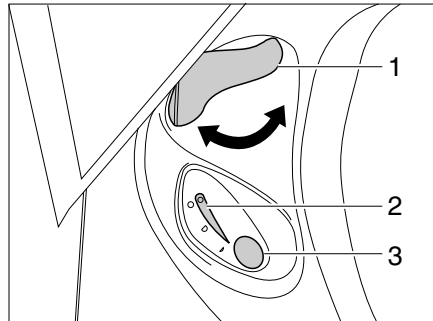

Bild 156 Bedieneinheit Thetford-Toilette
- Vor dem Spülen den Schieber der Thetford-Toilette öffnen. Dazu den Schieberhebel (Bild 156,1) entgegen dem Uhrzeigersinn drehen.
- Zum Spülen den blauen Spülknopf (Bild 156,3) drücken.
- Nach dem Spülen den Schieber schließen. Dazu den Schieberhebel (Bild 156,1) im Uhrzeigersinn drehen.
Die Kontroll-Leuchte (Bild 156,2) leuchtet, wenn die Thetford-Kassette entleert werden muss.
- Den Schieberhebel (Bild 156,1) im Uhrzeigersinn drehen. Der Schieber wird geschlossen. Zum Entleeren **muss** in der Thetford-Toilette der Schieber geschlossen sein.